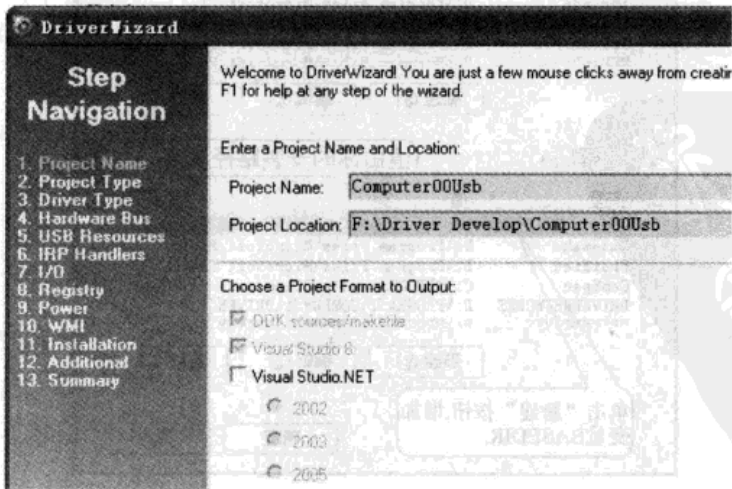

图 9.4.2 设置工程目录和工程名
(1) 设置工程路径以及工程名。在弹出的输入工程名对话框中，将工程名设置为 Computer00Usb，并在下面选择一个合适的目录，然后单击 Next 按钮，如图 9.4.2 所示。